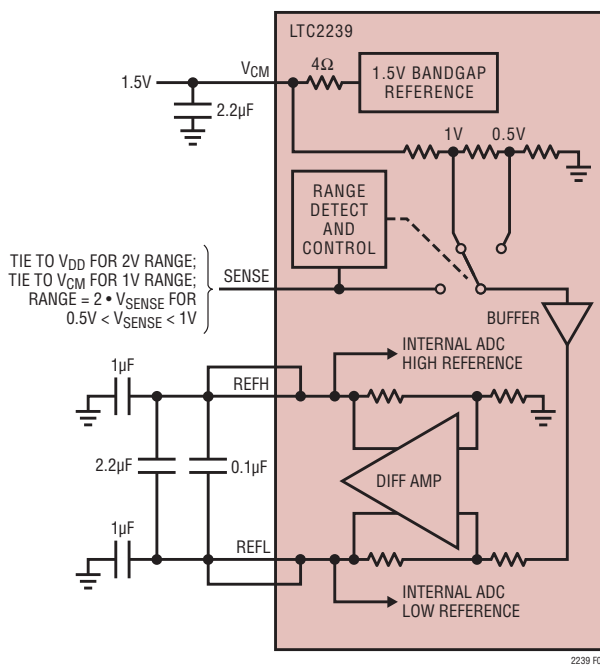

図9. 等価リファレンス回路
1.5Vのバンドギャップ・リファレンス、差動アンプ、およびスイッチングと制御の回路で構成されるLTC2239のリファレンス回路を図9に示します。内部電圧リファレンスはピンで選択可能な2V(差動±1V)または1V(差動±0.5V)の2つの入力レンジに設定することができます。SENSEピンをV_{DD}に接続すると2Vの範囲が選択され、SENSEピンをV_{CM}に接続すると1Vの範囲が選択されます。
差動アンプはADCの“H”リファレンスと“L”リファレンスを生成します。高速スイッチング回路がこれらの出力に接続されているので、これらの出力は外部でバイパスする必要があります。各出力には2つのピンがあります。パッケージのインダクタンスを減らすために複数の出力ピンを必要とします。バイパス・コンデンサは図9に示すように接続する必要があります。